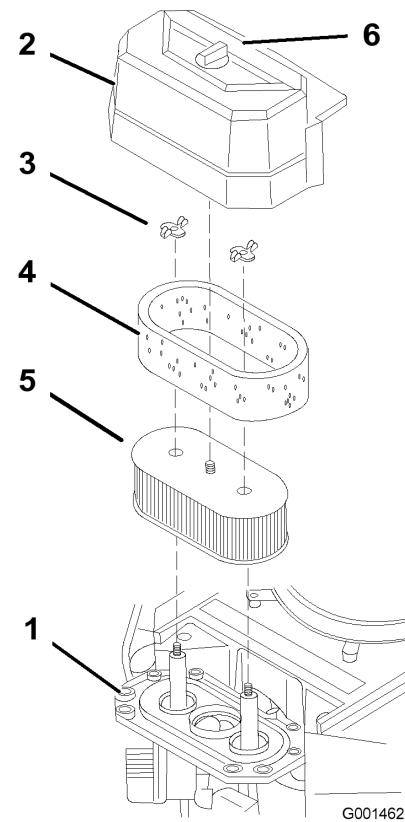

Figura 25
3. Limpie alrededor del limpiador de aire de forma que la suciedad no penetre en el motor y cause daños (Figura 25).
4. Desenrosque el pomo de la cubierta y retire la cubierta del limpiador de aire (Figura 25).
5. Desenrosque las 2 tuercas de orejeta y retire el conjunto del limpiador de aire (Figura 25).
6. Retire cuidadosamente el filtro de gomaespuma del filtro de papel (Figura 25).
1. No llimpie el filtro de papel. Cámbielo cada 200 horas de funcionamiento (Figura 25).
1. Deslice cuidadosamente el filtro de gomaespuma sobre el filtro de papel (Figura 25).
2. Coloque el conjunto del limpiador de aire sobre la base del limpiador de aire y fíjelo con 2 tuercas de orejeta (Figura 25).
3. Coloque en su posición la cubierta del limpiador de aire y apriete el pomo de la cubierta (Figura 25).